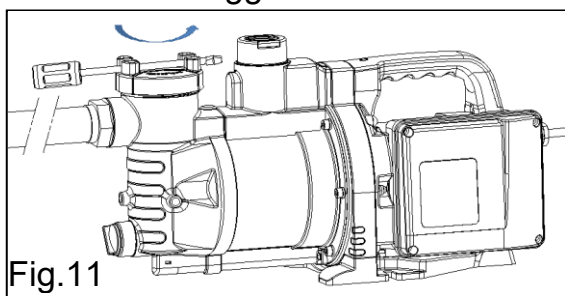

Fig.11
- (1) Aprire il coperchio del filtro ruotandolo in senso antiorario. È possibile utilizzare un oggetto come un cacciavite (Fig. 11).